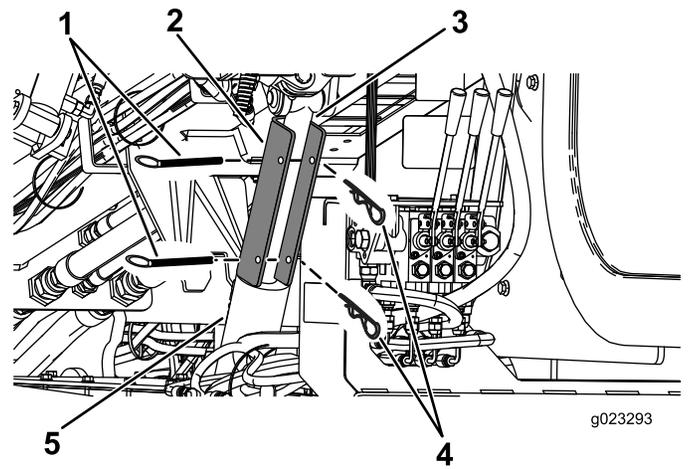

Bild 99
4. Entfernen Sie den Splint und den Federstecker, mit denen die Zylinderarretierung gesichert ist (Bild 99).
4. Positionieren Sie die Zylinderarretierung über der Zylinderstange (Bild 99).
5. Sichern Sie die Zylinderarretierung mit dem Splint und dem Federstecker (Bild 99).